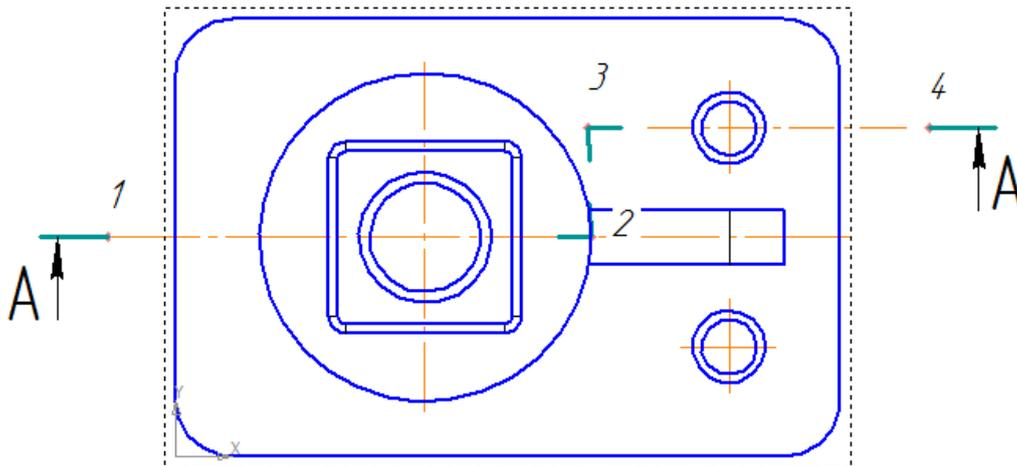

Рисунок 67
8. На панели **Обозначения** выбрать **Линия разреза**  указать первую точку слева за пределами вида на одной горизонтали с центром, потом переключится на **Сложный разрез**  и выполнить сечение по точкам 2-4. После фиксирования четвертой точки, отключить кнопку **Сложный разрез**, щелкнуть кнопкой мыши внизу чертежа, так, чтобы обозначение разреза буква **A** и стрелки взгляда были снизу линии разреза. **Создать объект** (рисунок 67).